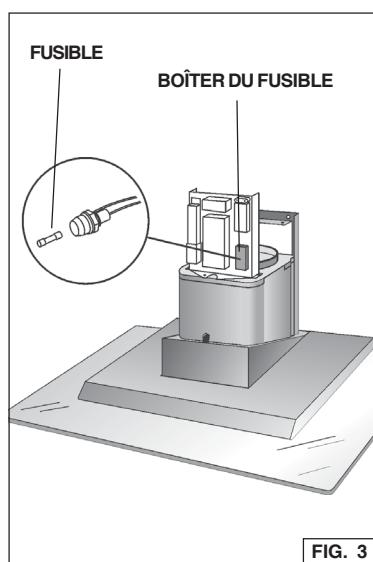

FIG. 3
2. Ouvrir le boîtier du fusible. Fig.3.